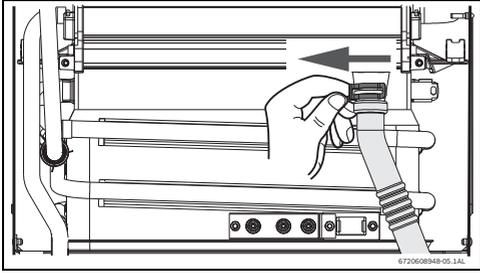

Fig. 50
- ▶ Retirar el clip y soltar la extremidad del tubo de condensados (consultar la Fig. 50).